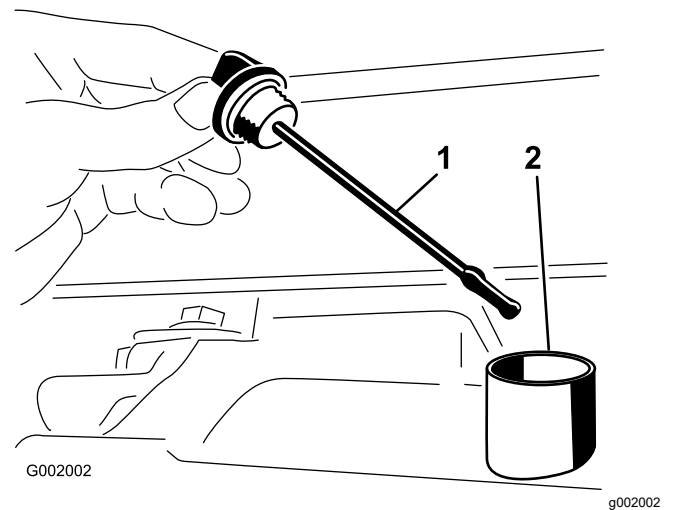

Figura 54
2. Retire la varilla del transeje y límpiela con un trapo limpio (Figura 54).